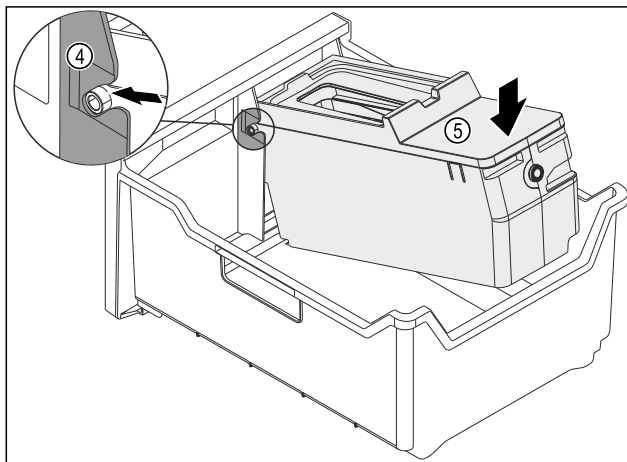

Fig. 145
- Izvadite tijelo sustava EasyTwist-Ice: Umetnite osovine tijela sustava EasyTwist-Ice u vodilice Fig. 145 (4).
- Pritisnite tijelo sustava EasyTwist-Ice Fig. 145 (5) otraga prema dolje.